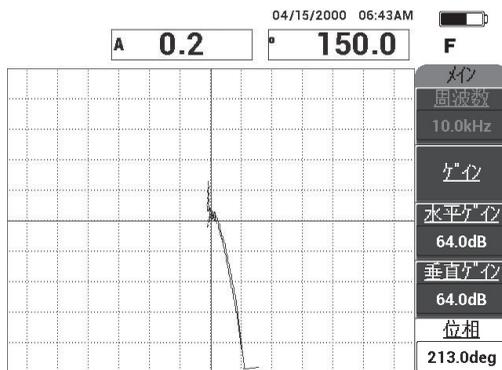

図 6-33 信号位相の上向き調整
- 基本メニューキー (📶) を押してから**位相** (E キー) を押して、剥離部の信号ポイントが 90 度上向きになるように信号位相を調整します (156 ページの図 6-33 参照)。